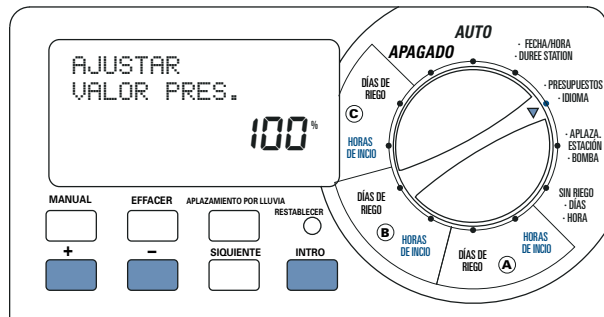

Ilustración 14: Ajuste de la “Estimación del agua”
1. Gire el dial a la posición • **PRESUPUESTO** [Ilustración 14]